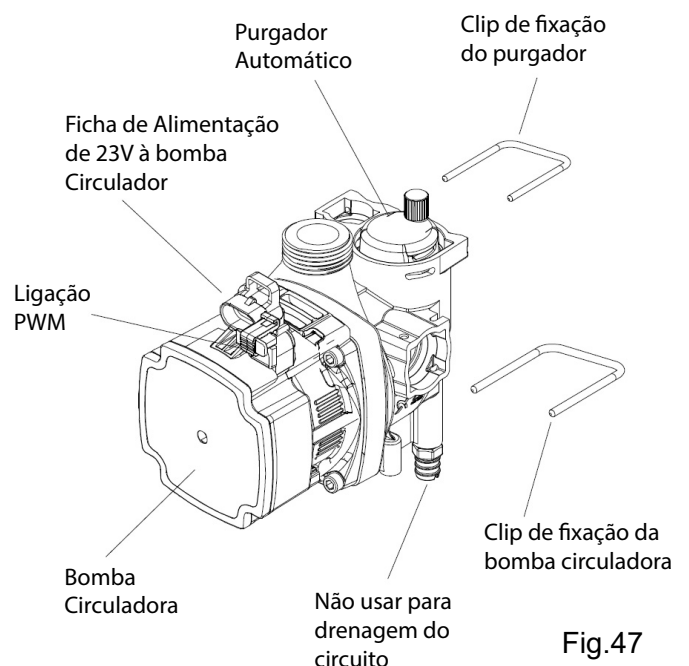

Fig.47
Retire os painéis frontal e inferior (fig. 39-40). Remova a caixa de controlo do painel (secção 8.222). Feche as válvulas do circuito de aquecimento e drene a água no ponto de drenagem (fig.46). Remova o interruptor do motor da válvula hidráulica para permitir o acesso e desaparafuse a ligação da válvula do circuito primário do aquecimento (fig.47).
**8.15 PARA SUBSTITUIR A BOMBA CIRCULADORA (Fig.47)**
**8.16 PARA SUBSTITUIR O PURGADOR AUTOMÁTICO (Fig. 47)**